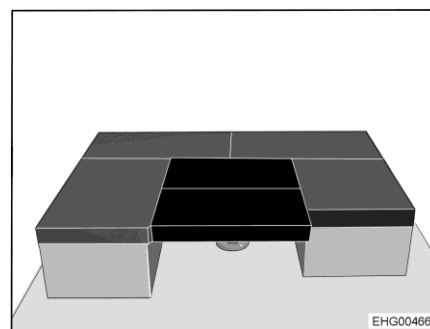

Bild 159 Efter ombyggnaden
- Lägg de 2 extra dynorna tvärs över bordet (se Bild 159).